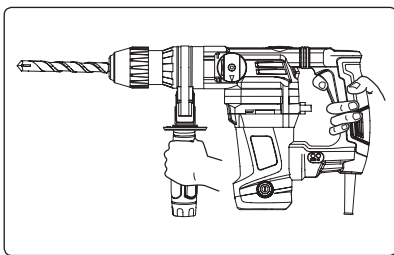

Abb. 7
- Halten Sie den Bohrhämmer mit beiden Händen fest an den Griffflächen vom Haupt- und Zusatzgriff bei einer stabilen und festen Körperhaltung, siehe Abb. 7. Die Bohrhämmer greifen stark ein und somit kann die Stabilität des Bedieners beeinträchtigt werden. Auch diese Haltungsart des Werkzeugs an den Kunststoffgriffen reduziert das Risiko eines Stromschlags beim Kontakt mit einer versteckten Stromleitung.